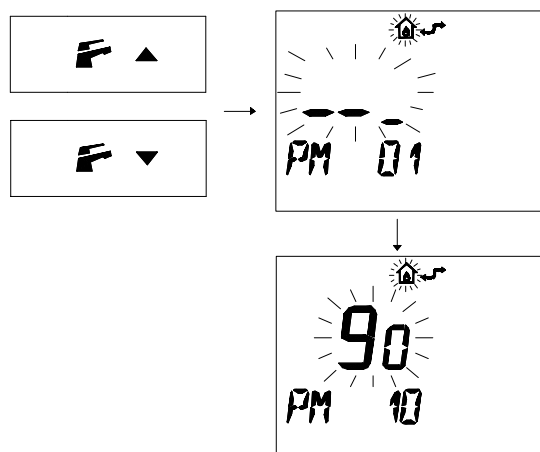

Figura 5.52
- Premere i pulsanti  o  per visualizzare la programmazione "PM10" selezione della frequenza di accensione (Figura 5.52).
Nella Figura 5.52 si visualizza un SET programmato di 90 corrispondente ad un tempo di riaccensione di 3 minuti circa. Il campo di regolazioni è da 0 a 8 minuti e mezzo.